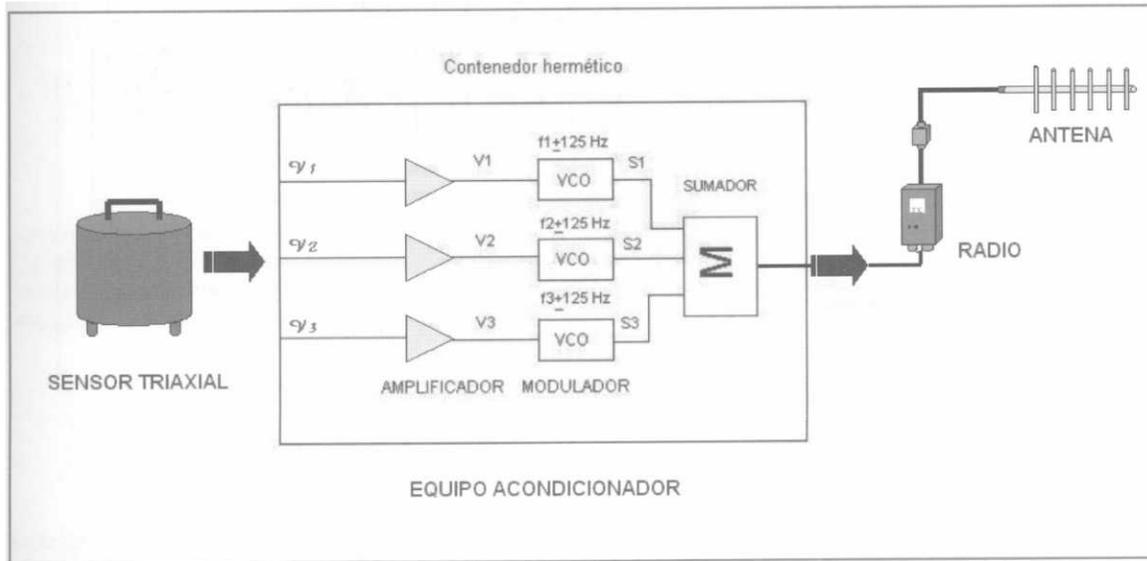

Figura 3.11 Diagrama de bloques del equipo electrónico en una estación Sismica con telemetría
Las pequeñas vibraciones del terreno, provocadas por la actividad del volcán, son detectadas por el sismómetro, también llamado geófono o transductor de velocidad. En la instrumentación empleada para el volcán Popocatepetl los hay de dos tipos: uniaxiales y triaxiales. El primero se utiliza para detectar el movimiento en la dirección vertical y el segundo para detectar el movimiento tanto vertical como los movimientos horizontales, generalmente orientados Norte-Sur y Este-Oeste. Los sensores generan una señal de voltaje proporcional a la velocidad del movimiento del terreno (v_1, v_2, v_3) (figura 3.11). Esta pequeña señal analógica pasa al acondicionador en donde es amplificada y filtrada (V_1, V_2, V_3) y luego es utilizada para modular en frecuencia (FM) a una subportadora de audio de frecuencias f_1, f_2 y f_3 mediante los osciladores controlados por voltaje (VCO). Se producen así las señales moduladas en frecuencia S_1, S_2 y S_3 . De esta manera el voltaje de cada sensor es convertido a una señal en la banda audible, con frecuencia proporcional a la velocidad del terreno en una banda de ± 125 Hz alrededor de la frecuencia de la subportadora.